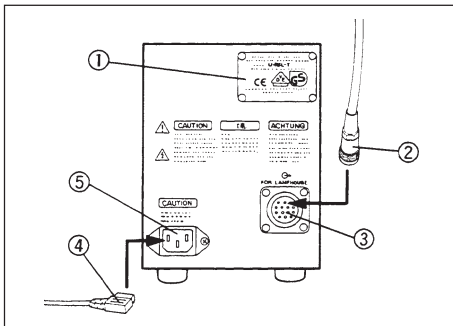

Fig. 5
1. Cerciorarse de que el voltaje y la frecuencia de la toma de red CA cumpla los requisitos indicados en la placa de gamas ① de la fuente de alimentación. (Fig. 5)
2. Enchufar firmemente el cable de conexión ② del zócalo de la lámpara de mercurio en el conector ③ de salida. (Fig. 5)
3. Enchufar el conector del cable de alimentación ④ en la toma CA ⑤. (Fig. 5)
Poner el interruptor primario ① de la fuente de alimentación en “ I ” (Conectado). Se necesitan entre 5 y 10 minutos para que el arco se establezca después de encenderse la lámpara. (Fig. 5)